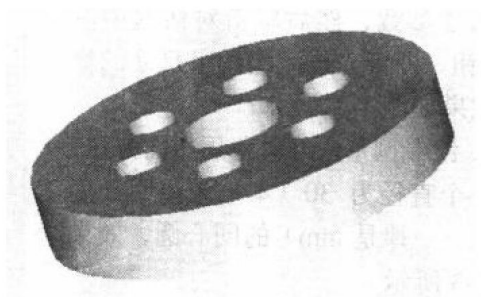

图 1-9 生成实体
13. 生成实体。单击图标面板中的按钮 , 此时线框结构实体将转换为着色的实体, 效果如图 1-9 所示。